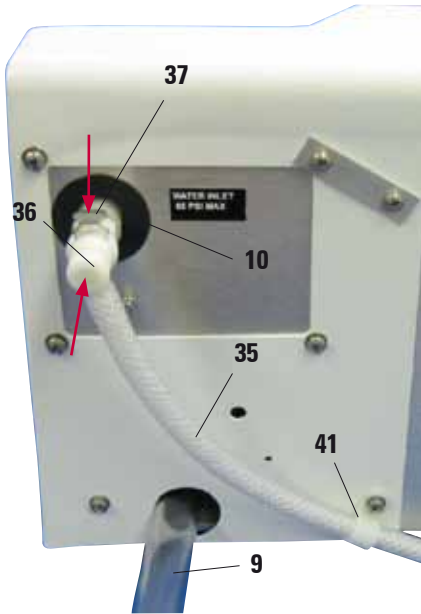

Bild 21
- Dra avloppsslangen (9) till ett lämpligt uppsamlingskärl eller avlopp. Försäkra dig om att slangen inte är vriden och att vattnet kan rinna fritt neråt.
- Anslut sedan vattentillförseln (35) till infärgaren.
- Det gör du genom att trycka in anslutningen (36) i öppningen (10) på instrumentet tills den klickar fast. För att ta loss slangen trycker du på plattan (37) och drar ut anslutningen.
- Fäst slangen vid enheten med hjälp av klämman (37) på den plats som visas på bild 21.